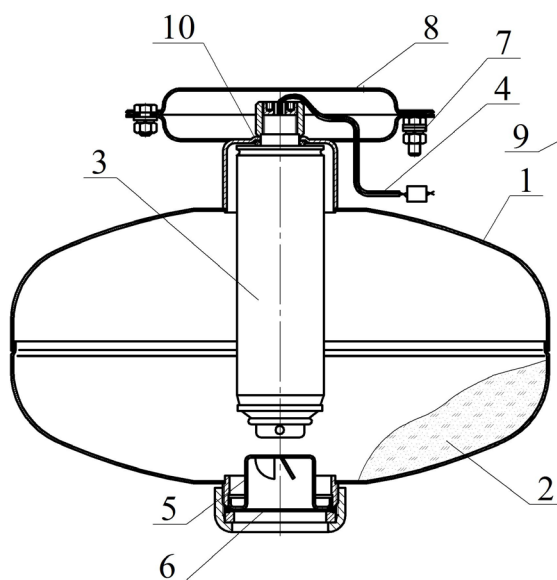
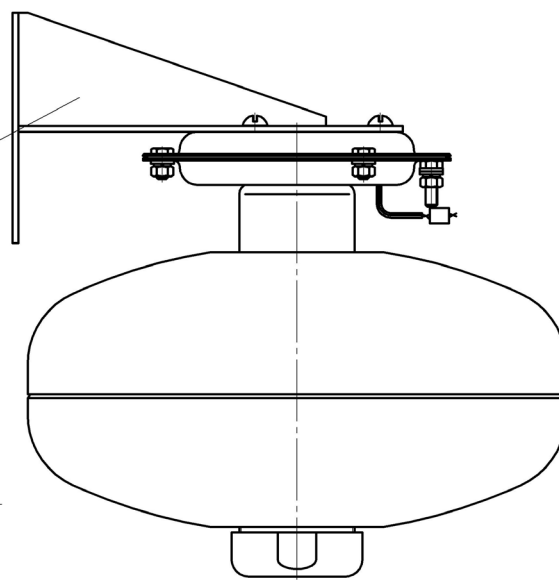

Рисунок 1
Рисунок 2
4.1.1 МПП (см. рисунки 1 и 2) состоит из корпуса **1**, в котором размещаются огнетушащий порошок (ОП) **2** и источник холодного газа (ИХГ) **3** с элементом электропусковым **4**. В нижней части корпуса находится насадок-распылитель **5**, выходное отверстие которого перекрыто мембраной **6**. Модуль имеет заземляющий зажим **7**. В верхней части МПП снабжён кронштейном **8** для крепления к потолочному перекрытию (рисунок 1) или кронштейном **9** для крепления к стене (рисунок 2).
6.2 Закрепить кронштейн 8 (см. рисунок 1) на потолке или кронштейн 9 (см. рисунок 2) на стене. Координаты отверстий в кронштейне, предназначенном для крепления МПП на потолке, приведены на рисунке 4а), на стене – на рисунке 4б).